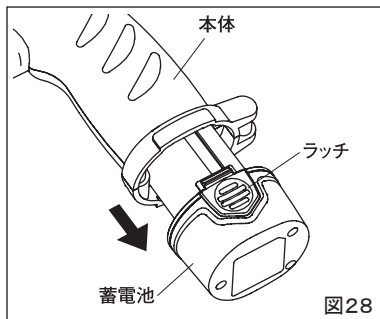

図28
(1) 充電
- ① 蓄電池のラッチ部を押しながら蓄電池を本体から取外します。(図28)